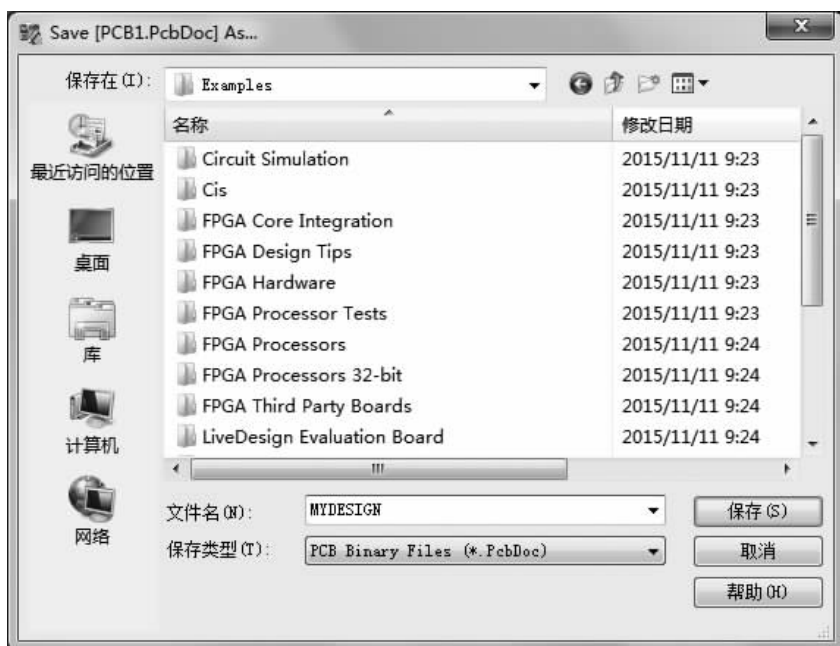

图 5-6 保存新建的 PCB 文件
(2)执行“文件”→“另存为”命令,保存新建的 PCB 文件。在“文件名”文本框中输入 MYDESIGN,单击“保存”按钮,如图 5-6 所示。